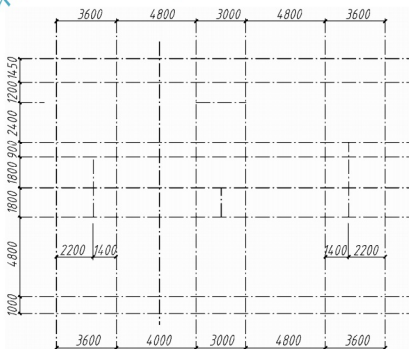

图 9-35 绘制定位轴线
① 绘制两条参照轴线:设置 Axis 为当前图层,使用【直线】命令,以(1000, 1000)为起点绘制一条长度为 22000 的红色水平点划线,再在水平轴线左下端点附近选择一点,绘制一条长度为 15000 的垂直直线,与水平轴线相交。使用偏移(O)命令生成轴线网。
② 轴网生成:如图 9-35 所示,使用【偏移】(O)命令分别将水平轴线和竖向轴线按所注尺寸进行偏移,再使用【修剪】(Tr)命令进行整理,最后形成整个图的轴线网格,结果如图 9-35 所示。